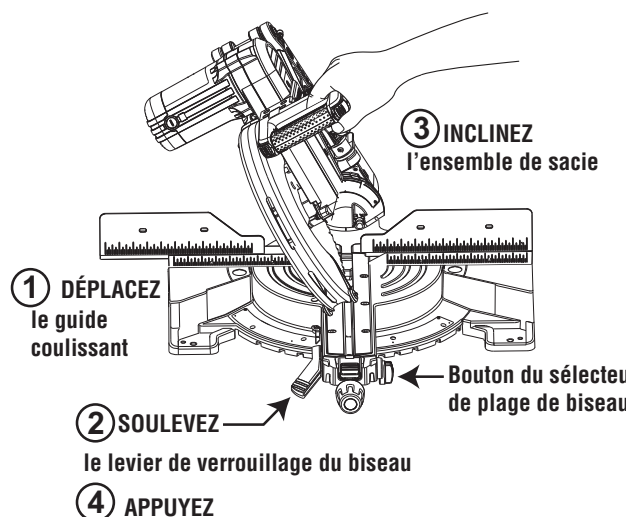

Figure 51
1. Déplacez le guide coulissant de gauche vers l'extérieur afin de dégager du champ de l'ensemble de scie et verrouillez à nouveau (Figure 51).
1. Déplacez le guide coulissant de droite vers l'extérieur afin de dégager du champ de l'ensemble de scie et verrouillez à nouveau (Figure 51).
1. Déplacez les guides coulissants de gauche et de droite vers l'extérieur afin de les dégager du champ de l'ensemble de scie et verrouillez à nouveau (Figure 51).